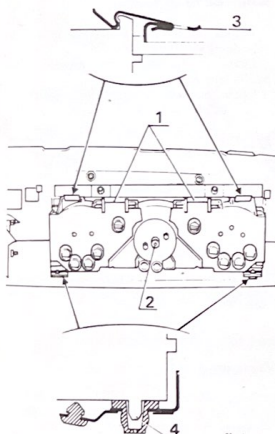

Fig. 85.—Cuadro de instrumentos visto por su parte posterior.
Introducir los tetones (4), fig. 85, en sus alojamientos.